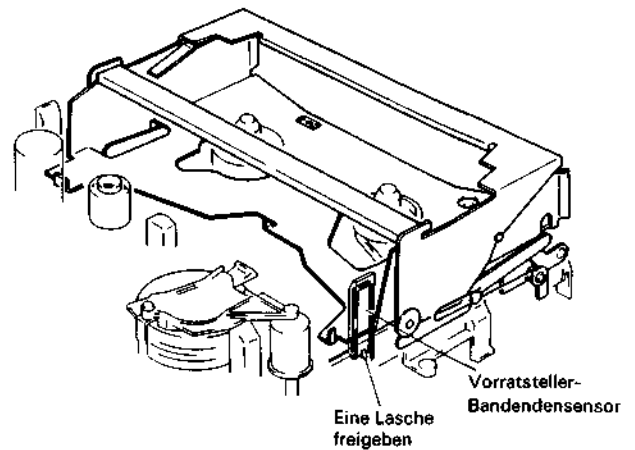

Abb. 2.57 Ausbau des Vorratsteller-Bandendensensors
4. Eine (1) Lasche freigeben (siehe Abb. 2.57).